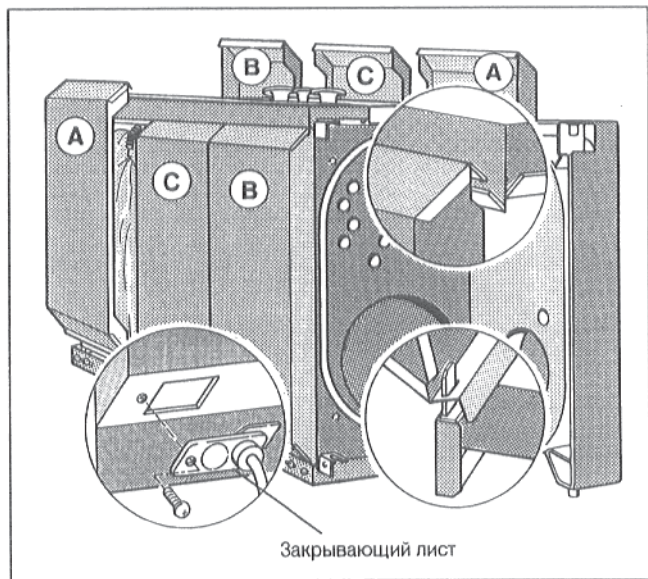

Рис. 12
- Путем поворота пластмассовой втулки или гайки закрепить кабель горелки (Рис. 12).
Закрывающий лист с кабелем горелки навесить на левую или правую боковую стенку и привинтить с помощью винта (Рис. 12).
**Указание:** Соблюдать буквенную маркировку на боковых стенках (Рис. 12).
У котлов типоразмеров 230 и 310 монтируются только 2 части боковых стенок, монтаж средней части боковых стенок, обозначенной на рисунке буквой "С", не производится (Рис. 12).
- Вставить по 3 части боковых стенок справа и слева внизу шлицами в петли боковых рамных планок и навесить их сверху в отбортовку бокового кожуха котла (Рис. 12).